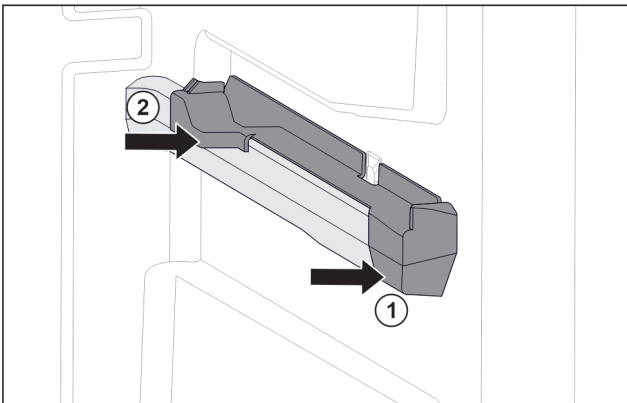

Fig. 115 右侧容器肋梁上的插装件
- ▶ 将插装件前部放到容器肋梁上。 Fig. 115 (1)
- ▶ 压紧插装件后部。 Fig. 115 (2)